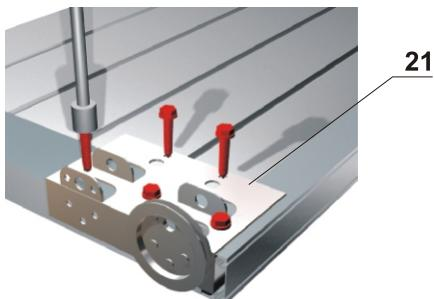

Рис. 5.3 Установка нижнего углового кронштейна.
Нижние угловые кронштейны (21) различаются на правые и левые и имеют свою маркировку (R и L). Их установка выполняется согласно схеме сборки нижней панели. Установите кронштейн по отверстиям (сверлятся в цехе изготовителя) на панели **параллельно нижней плоскости панели** и приверните кронштейн болтами-саморезами. Схема крепления нижних угловых кронштейнов приведена на рис.5.3